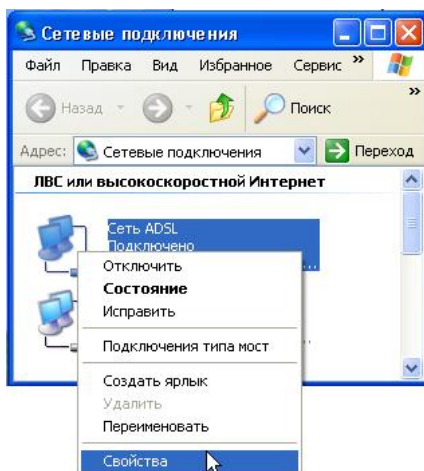

Рис. 4.8.3. Выбор свойств сетевого подключения ADSL
- Откройте свойства сетевого интерфейса (рис. 4.8.3).